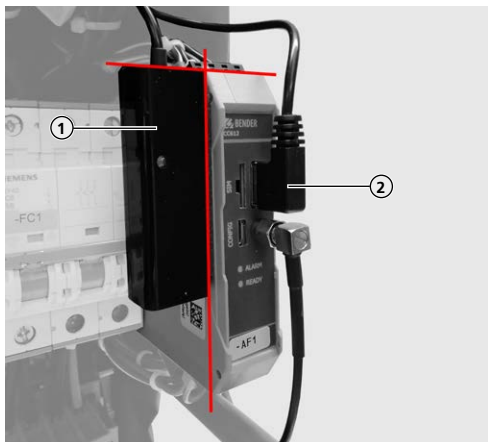

Bild 4: Tejpas fast USB-Ethernet-adaptaren slätt på ECU:n
- Tejpas fast USB-Ethernet-adaptaren (1) på **slätt** på ECU-enheten (se Bild 4).
- Sätt i USB-kontakten (2) till USB-Ethernet-adaptaren i ECU:n.